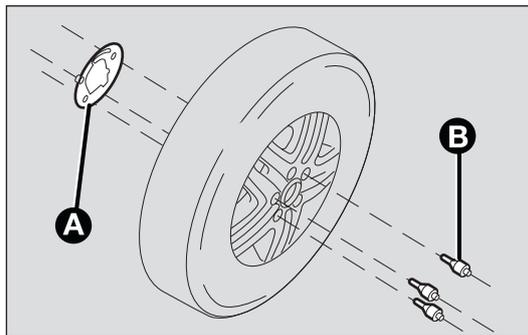

fig. 168
- montare sulla ruota in lega l'apposita piastra A-fig. 168 e fissarla con le viti B in dotazione, utilizzando la chiave fornita;